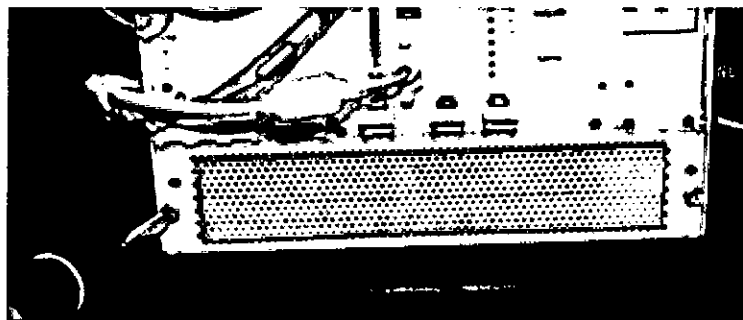

Figura 7: Cómo acceder al filtro
- b. Retire el filtro de aire de la Unidad del Procesador. Para tener acceso al filtro, afloje los pasadores prisioneros en la parte delantera de la Unidad del Procesador y extraiga la bandeja del filtro/ventilador (Figura 7).